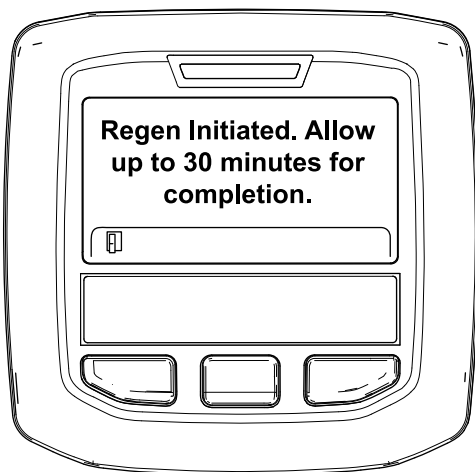

Bild 52
- Wenn die Regenerierung zugelassen wird, wird die Meldung „Regen. Initiated. Allow up to 30 minutes for completion“ im InfoCenter angezeigt. Warten Sie, bis die Maschine die geparkte Regenerierung abgeschlossen hat (Bild 52).